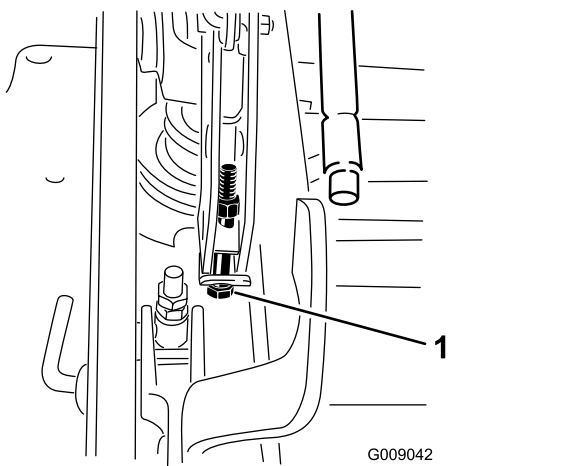

**Figura 94**
10. Para ajustar el sistema de ajuste de un solo punto, afloje los 2 pernos situados cerca del borde inferior de la pletina de altura de corte (Figura 94).
12. Apriete los 2 pernos en el borde inferior de la pletina de altura de corte (Figura 94).